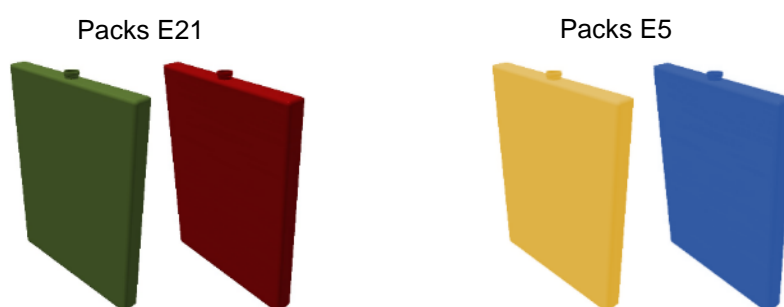

Fig.5 - Packs eutectiques de Congélation et de
- Utilisez les ensembles de 8 unités (vertes et rouges ou jaunes et bleues) avec la même couleur, par utilisation, pour pouvoir distinguer les ensembles (Fig.5).